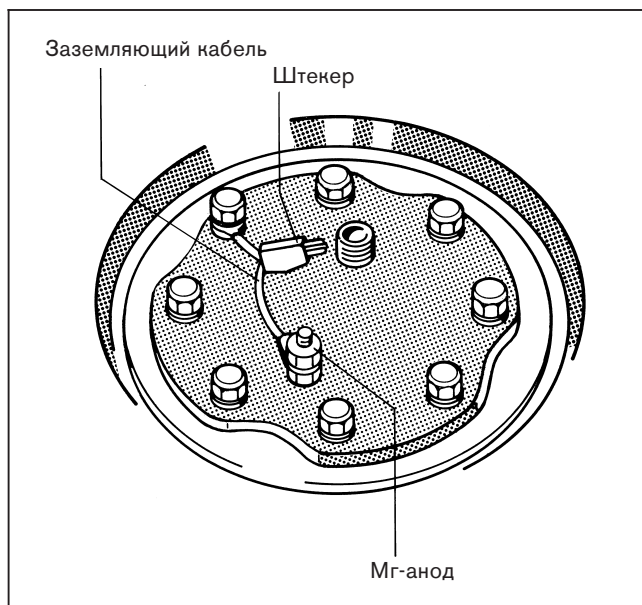

Рис. 9
- Соединить штекер заземляющего кабеля с кабелем регулятора (рис. 9).